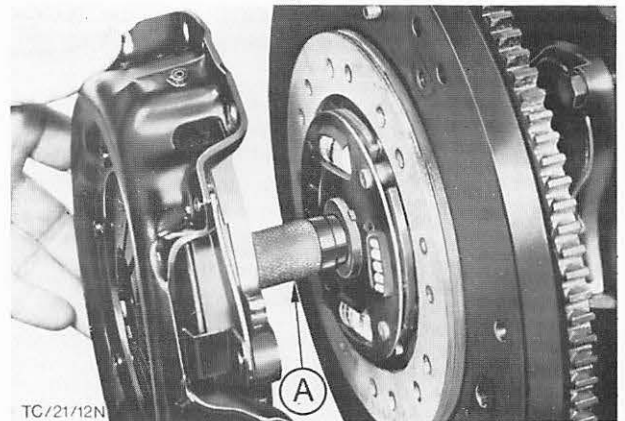

Abb. 64 Kupplungsreibscheibe und Druckplatte montieren
48. Reibscheibe mit Spezialwerkzeug G2-7600-B bzw. P-7137 zentrieren, Abb. 64. Druckplatte auf die Paßstifte aufsetzen und mit vorgeschriebenem Drehmoment festziehen.